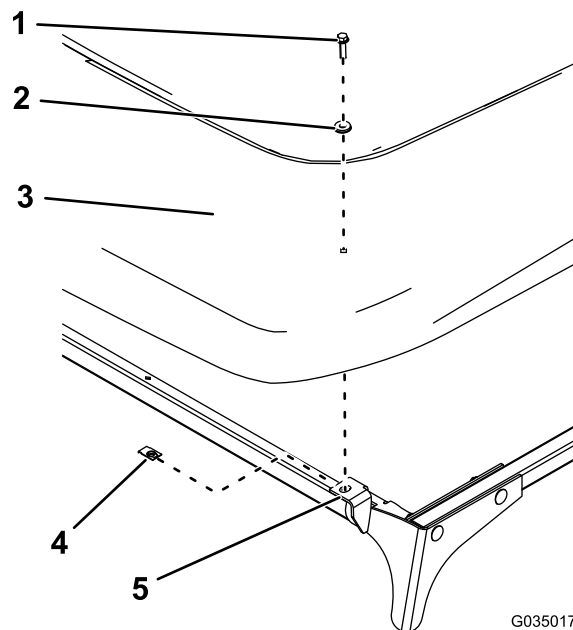

Bild 12
12. Befestigen Sie das Sonnendach mit zwei Clips, zwei Dichtungsscheiben und zwei Bundbolzen (1/4" x 1") an den vorderen Platten, wie in Bild 12 abgebildet.